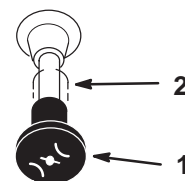

Figure 11
4. Placez la manette de starter en position en service pour démarrer à froid (Fig. 11).
7. Lorsque le moteur a démarré, amenez progressivement la manette de starter en position hors service (Fig. 11). Si le moteur cale ou hésite, ramenez la manette de starter à la position en service pendant quelques secondes. Réglez ensuite la manette d'accélérateur à la position voulue. Répétez l'opération si nécessaire.